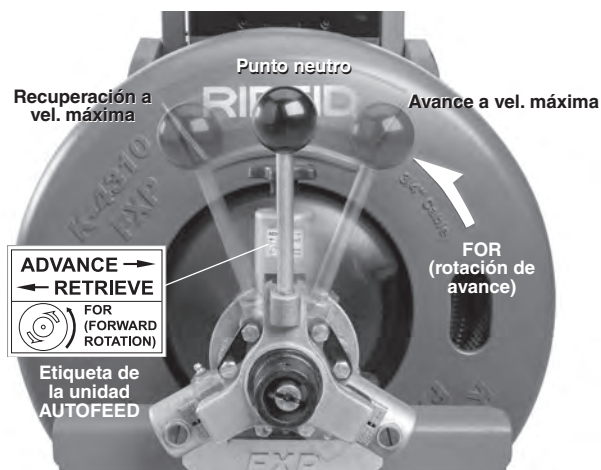

Figura 19 – Posiciones de la palanca AUTOFEED, con el cable girando en avance (FOR)
- Coloque el interruptor ON/OFF principal en posición ON. Coloque el conmutador FOR/OFF/REV en posición FOR. Oprima y suelte el interruptor de pie y observe la dirección de rotación del tambor. Deje que el tambor se detenga completamente. Si el interruptor de pie no controla la máquina, no use la máquina hasta que se haya reparado el interruptor de pie. Si se observa el frente del tambor, debe girar el tambor hacia la izquierda, igual que la dirección indicada en el tambor en la *Figura 19*.
del desagüe. Coloque la otra mano en la palanca del AUTOFEED. La palanca del AUTOFEED debe estar vertical, en posición neutra. Vea la Figura 19.
Oprima el interruptor de pie para que empiece a girar la máquina en FOR. La persona que controla el cable también debe controlar el interruptor de pie. No haga funcionar la limpiadora de desagües con una persona que controla el cable y otra que controla el interruptor de pie, ya que esto podría hacer que el cable se pliegue, se tuerza o se corte. Estando el cable en rotación, mueva la palanca del AUTOFEED en dirección opuesta a la rotación del cable (Figura 19). Esto hará salir el cable fuera de la máquina. Mientras más aleje la palanca de la posición neutra, mayor será la velocidad de alimentación del cable.